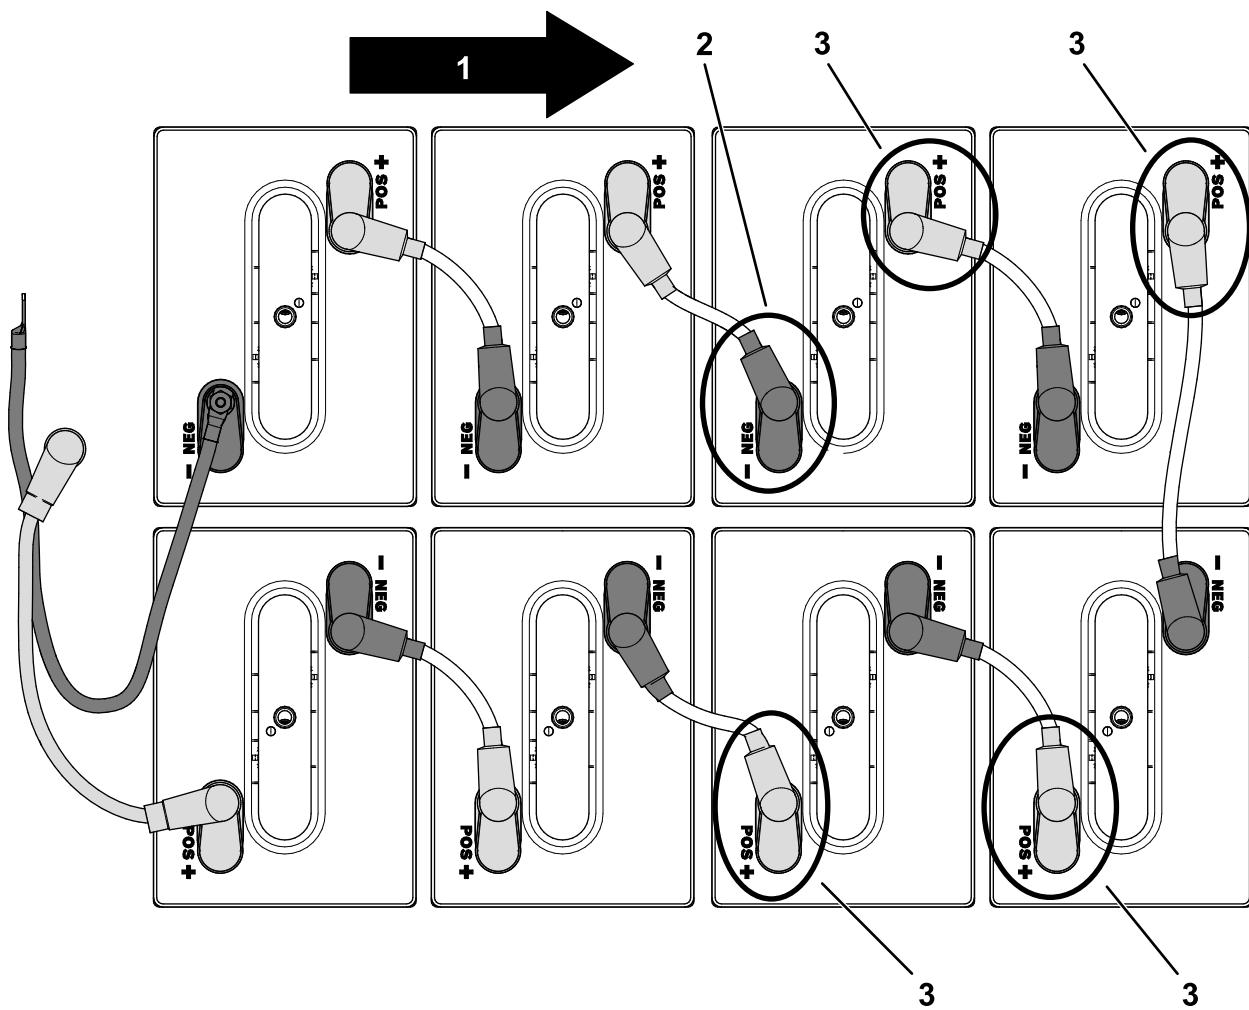

Figure 58
- 3. Débranchez la borne positive (+) des 4 batteries avant dans le support de batteries avant (Figure 58).
- 4. Débranchez la borne négative (-) comme montré à la Figure 58.
- 5. Déposez les 4 batteries avant (Figure 58).